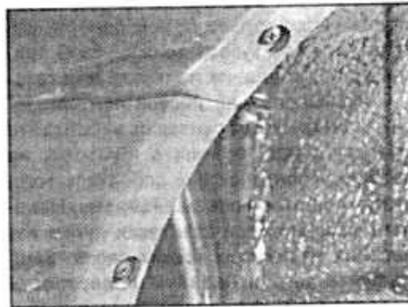

Рис. 11.5. Винты крепления передней части заднего бампера.
- Отвинтите 2 винта крепления передних концов бампера к дуге колеса с каждой стороны (см. рис. 11.5).